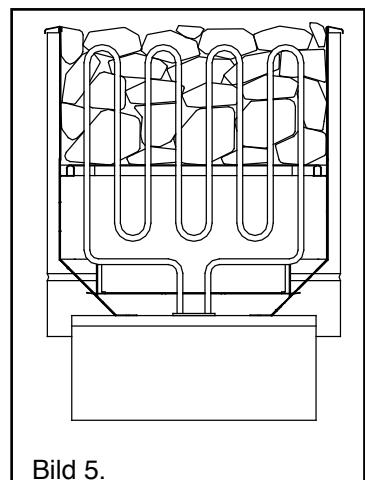

Bild 5.
- Stenarna ska täcka upphettningmotstånden helt och hållet (bild 5).